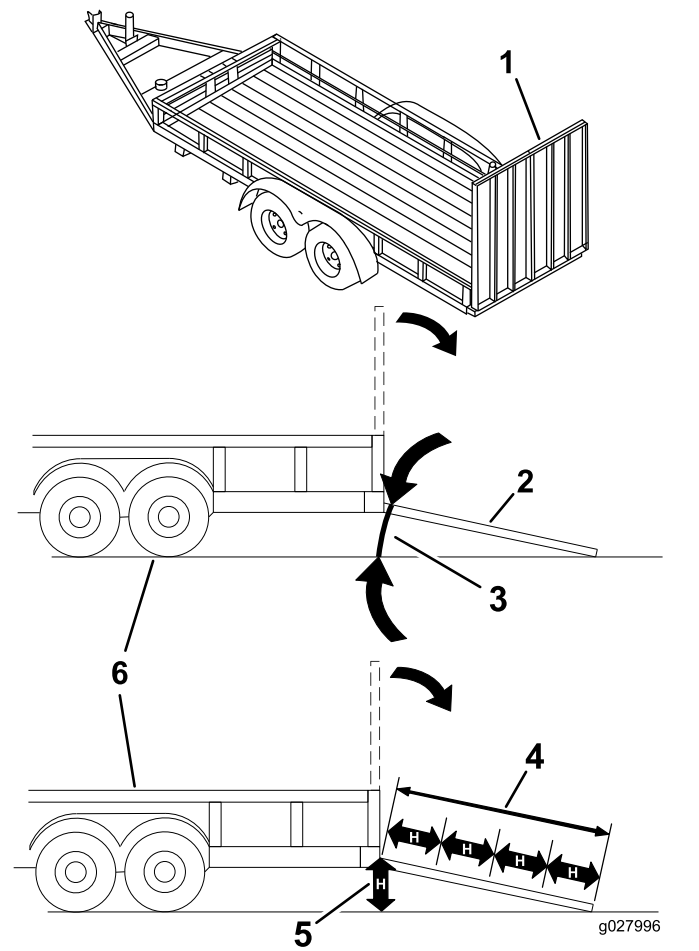

Figure 34
Le chargement de la machine sur une remorque ou un camion augmente le risque de basculement, et donc de blessures graves ou mortelles (Figure 34).
3. Abaissez la rampe pour que l'angle avec le sol ne dépasse pas 15 degrés (Figure 34).